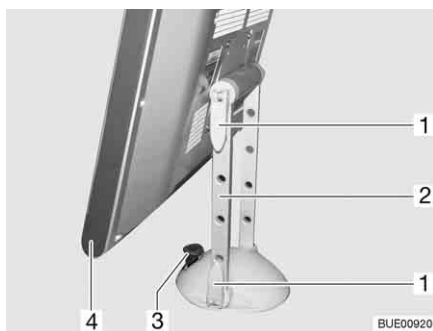

Fig. 57 Support sur étagère
- Tirer le bouton de déverrouillage (Fig. 57,3) vers le haut, et pivoter l'écran plat (Fig. 57,4) et le support (Fig. 57,2) pour les amener en position souhaitée.
- Débloquer le verrouillage de pivotement. Pour cela, mettre le levier à bascule (Fig. 57,1) à l'horizontale, puis faire pivoter l'écran plat en position souhaitée.
- Pivoter l'écran plat en sens inverse, jusqu'à ce que le bouton de déverrouillage (Fig. 57,3) s'enclenche.
- Si nécessaire, faire pivoter le support (Fig. 57,2) en position verticale (Fig. 57).